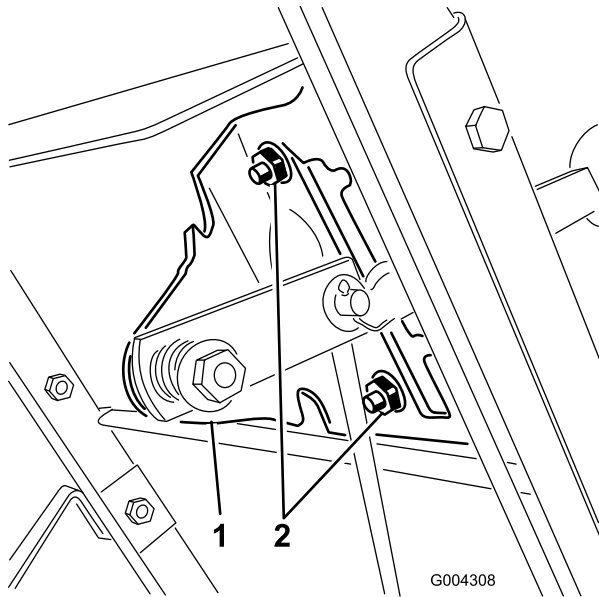

Figure 29
- Desserrez les écrous à embase qui fixent la plaque de changement de vitesses au panneau de commande (Figure 29).